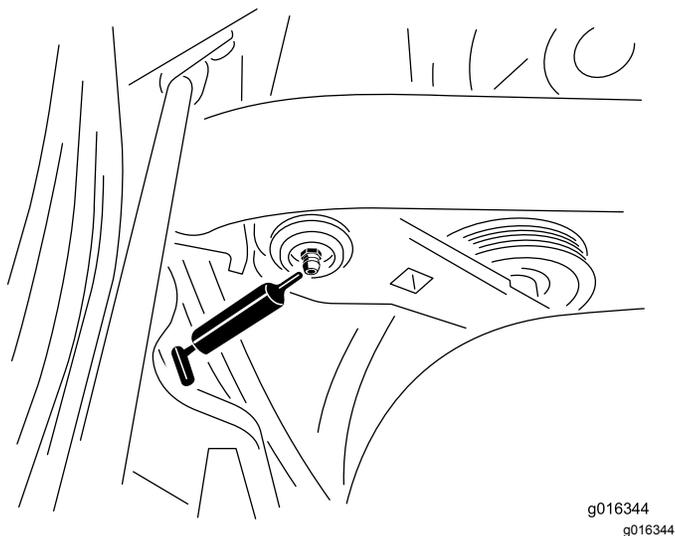

Рисунок 44
1. Тщательно протрите масленку во избежание попадания посторонних веществ в подшипник или втулку (Рисунок 44).